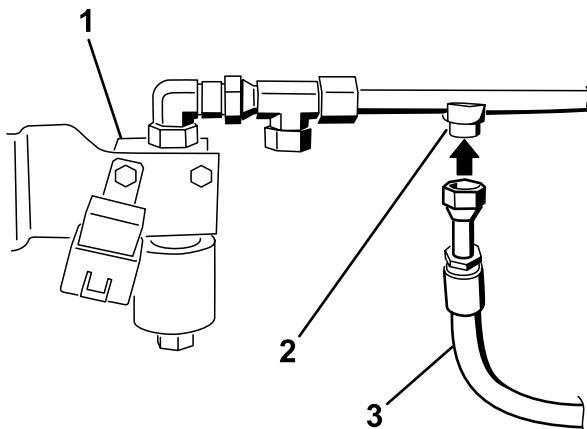

Рисунок 29
- Установите гидравлический шланг со штуцерами на гидравлическую трубку № 2, как показано на Рисунок 29.